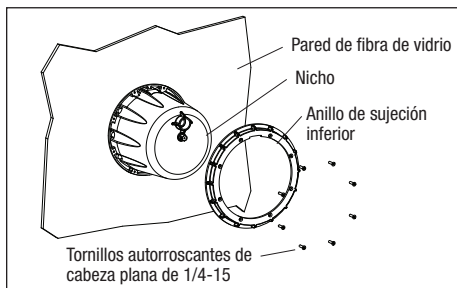

Figure 2. Instalación del anillo de bloqueo posterior
4. Desde el exterior de la piscina, coloque la abrazadera de bloqueo en la parte posterior de la estructura del nicho. Consulte la *Figure 2*. Asegúrese de orientar el nicho de modo que la marca "TOP" (Arriba) esté en la posición de las doce en punto. Luego, use los ocho (8) tornillos autorroscantes de cabeza plana de 1/4-15 suministrados para sujetar el nicho en su lugar. Apriete los tornillos en un patrón cruzado a aproximadamente 25 in-lb (2,8 Nm).